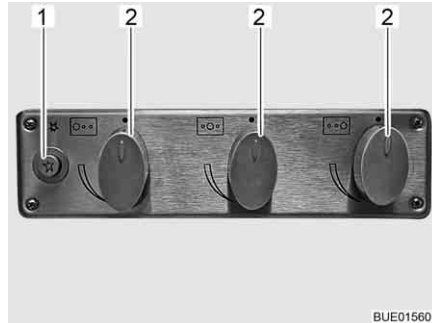

Bild 166 Bedienelemente für Gaskocher
- Drehregler (Bild 166,2) der gewünschten Brennstelle auf Zündposition (große Flamme) drehen.
- Drucktaster (Bild 166,1) drücken.